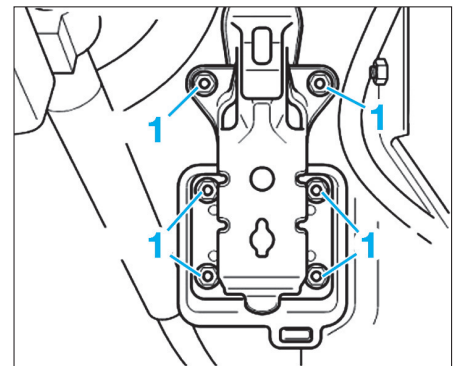

Fig. 16
- les écrous de fixation (1) du servofrein (Fig.16),